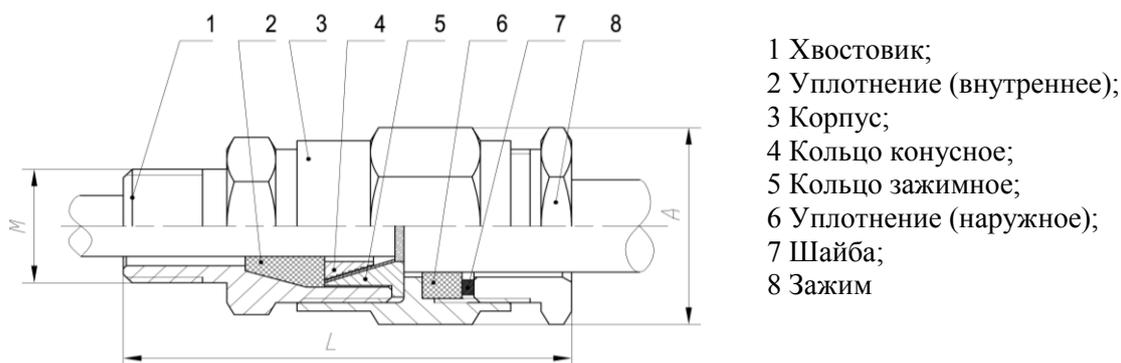

Рисунок 3
При монтаже внешних электрических кабелей следует обратить внимание на то, что внешний диаметр кабеля должен соответствовать диаметру, указанному в маркировке наружного уплотнения (рисунок 3, поз. 6), а диаметр кабеля под броней должен соответствовать диаметру, указанному в маркировке внутреннего уплотнения (рисунок 3, поз. 2). Уплотнения кабелей должны быть выполнены самым тщательным образом, так как от этого зависит обеспечение взрывозащиты ПБЭ-7М1.
- установить хвостовик поз. 1 (см. рисунок 3) на ПБЭ-7М1. Резьбовое соединение хвостовика и оболочки ПБЭ-7М1 стопорить герметиком или краской. Нанести герметик ВГО-1 ТУ 38.303-04-04-98 или эмаль ЭП-51 ГОСТ 9640-85 на 4-5 ниток резьбы. Поверхности, на которые должна наноситься краска (герметик), предварительно обезжирить ацетоном или бензином БР-1. Соединение монтировать, медленно проворачивая хвостовик по часовой и против часовой стрелки для равномерного распределения герметика (краски), после чего провести окончательную затяжку;
- надеть на кабель детали поз. 8, 7, 6, 3 (рисунок 3) в указанной последовательности;